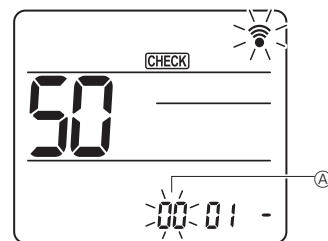

Fig. 6-17
② Definir o número da unidade
Prima o botão [DOWN] para definir o número da unidade ①. (Fig. 6-17)